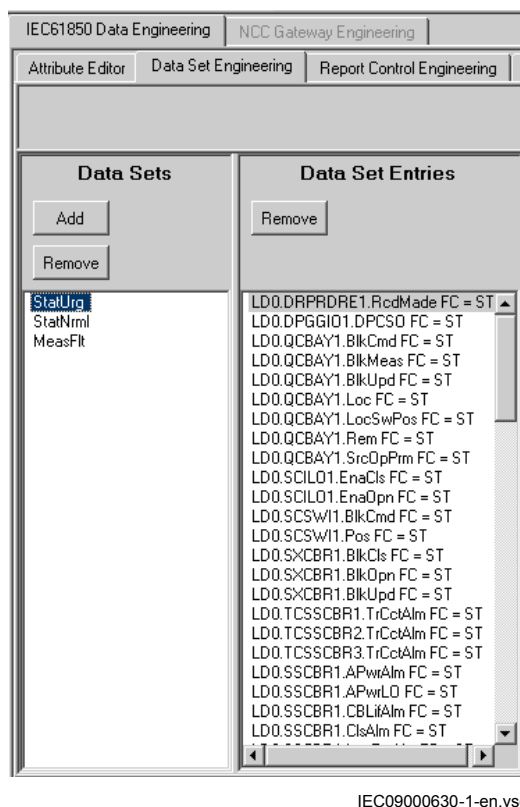

Figure 68: Contenu par défaut des jeux de données du CCT600
- 3.1. Vérifier le jeu de données par défaut, voir Figure 68.